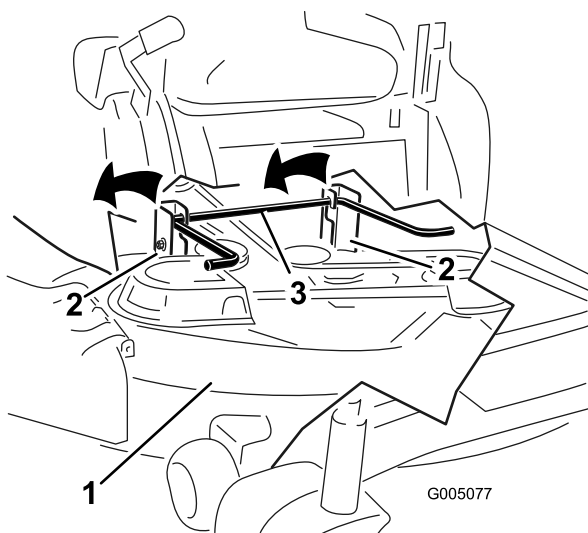

Figura 75
7. Eleve la carcasa de corte y desenganche la varilla de elevación trasera de las pletinas de suspensión, y baje el cortacésped con cuidado al suelo (Figura 75).
5. Eleve la parte trasera de la carcasa de corte y coloque las pletinas de suspensión sobre la varilla de elevación trasera (Figura 75).